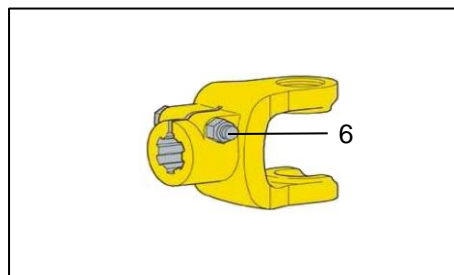

Bild 28: Klämskruvslås
- Skruva ut klämskraven (Bild 28/position 6). Skjut på kraftöverföringsaxeln, ända tills att hålet i klämgauffeln respektive kopplingen står över ringspåret.
- Skruva ut klämkonan (Bild 28/position 6). Om det inte går att göra för hand, kan klämkonan även slås ut från den motsatta sidan (Bild 28).